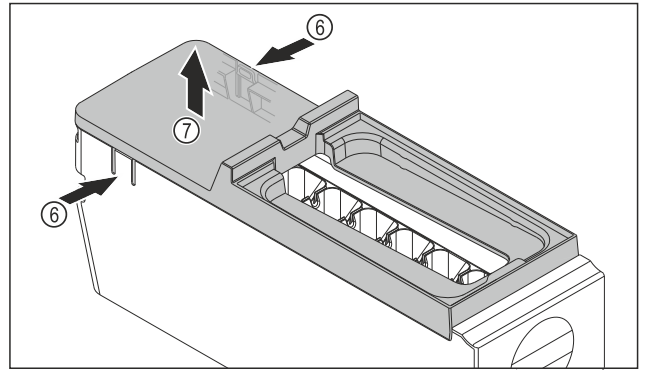

Fig. 213
- ▶ Rimuovere la copertura del corpo dell'EasyTwist-Ice: Con una mano, premere le linguette Fig. 213 (6) su entrambi i lati del corpo dell'EasyTwist-Ice.
- ▶ Con l'altra mano, estrarre verso l'alto la copertura Fig. 213 (7).